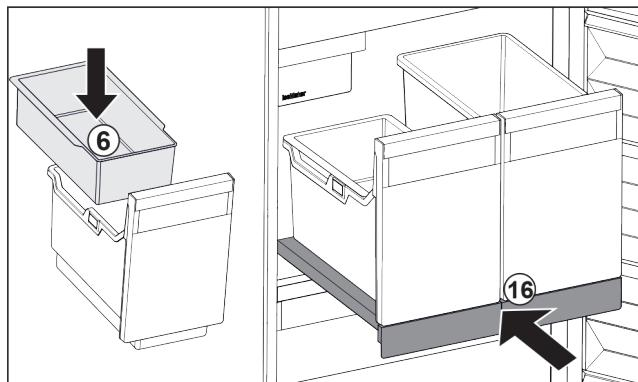

Fig. 29
- Vsadte závěsnou misku Fig. 29 (6) pro kostky ledu.
- Zasuňte vysouvací příhrádku s nádobou (IceTower). Fig. 29 (16)